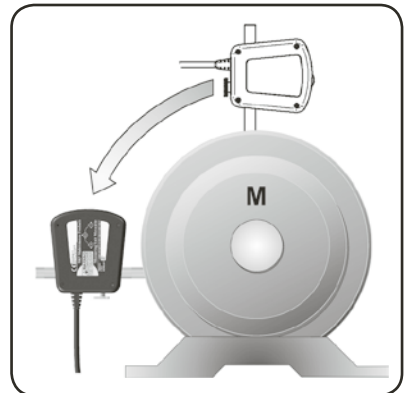

Fig. 17. Ajustar para a posição de 9 horas
- a) Ajuste as unidades de medição para a posição de 9 horas com a ajuda dos níveis de bolha (fig. 17).